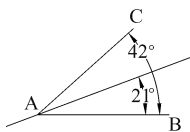

图 3-7 构造线绘制角平分线
(1) 水平(H)：绘制水平参照线，随后指定的点为该水平线的通过点。
(2) 垂直(V)：绘制垂直参照线，随后指定的点为该垂直线的通过点。
(3) 角度(A)：指定参照线角度，随后指定的点为该线的通过点。
(4) 偏移(O)：复制现有的参照线，指定偏移通过点。
(5) 二等分(B)：以参照线绘制指定角的平分线。
**【例 3.2】** 如图 3-7 所示，绘制角 BAC 的平分线。